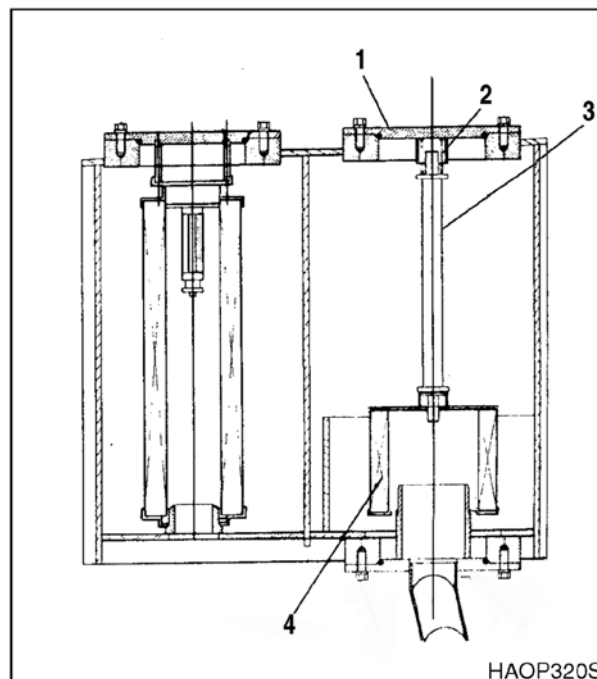

Рис. 88
1. Осторожно снять болты и крышку (1, рис. 88) с верхней части бака гидравлического масла. Под крышкой находится пружина (2), которая выталкивает крышку вверх.
2. Извлечь пружину (2, рис. 88) и сетчатый фильтр (4), потянув за стержень (3).